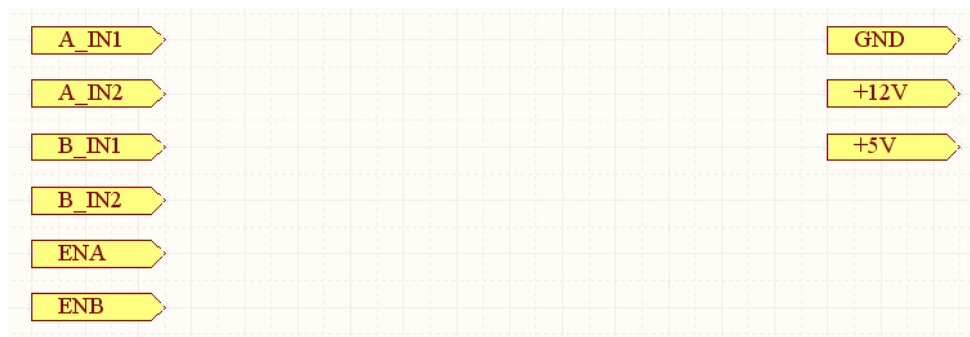

图11-17 在“电机驱动.SchDoc”的原理图内自动建立的9个端口
- （7）在“电机驱动.SchDoc”原理图文件中，自动产生了如图11-17所示的9个端口。